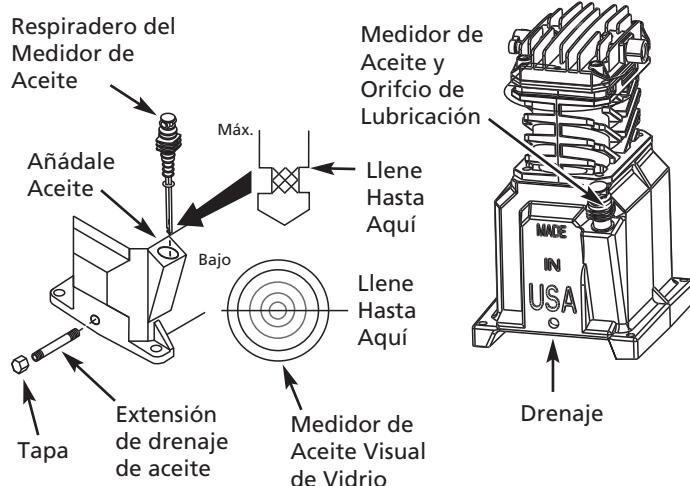

Figura 2
Conecte esta extensión y tapa **antes de añadirle aceite al cabezal**. Para evitar pérdidas de aceite, se recomienda aplicar cinta selladora de roscas de PTFE, o sellador de roscas, a las roscas a cada extremidad de la extensión de drenaje de aceite. Atornille la tapa en uno de los extremos de la extensión. Quite el tapón de drenaje de aceite de la base de la bomba e instale la extensión de drenaje de aceite (Vea Figura 2).
**NOTA:** Si su modelo está equipado con un vidrio visor de aceite, agregue aceite hasta el centro (Vea Figura 2).
### PREPARACION PARA ENCENDERLO (VEA LA FIGURA 2)